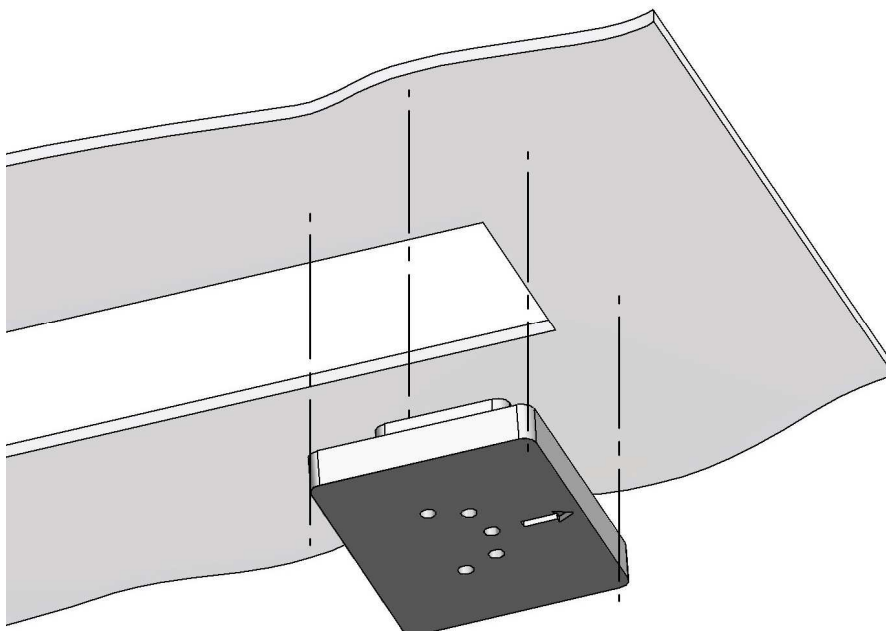

Rys.1
2. W miejscu przeznaczonym na montaż ekranu, przyklej foliowy szablon otworu głównego a następnie obrysuj go ołówkiem (**Rys.1**). Po zdjęciu folii, starannie wytnij w suficie otwór wzdłuż obrysu wykonanego na podstawie szablonu.